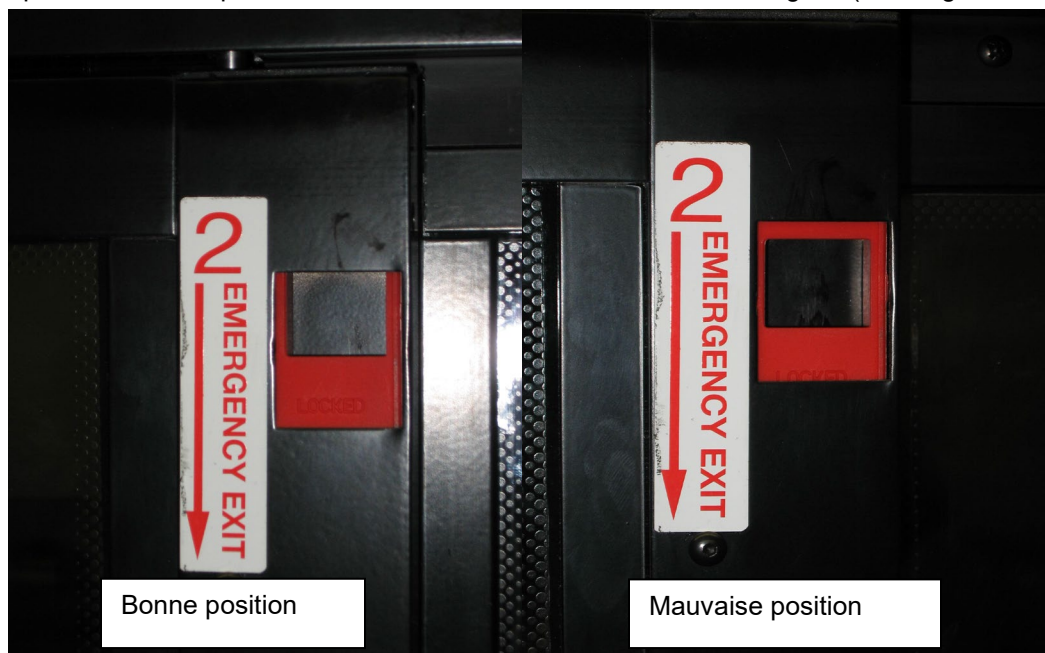

FIGURE 106 : POSITION CORRECTE DU LOQUET DE BLOCAGE
2. Placer l'angle inférieur gauche du châssis sur le bloc du galet suiveur avant (Figure 106).